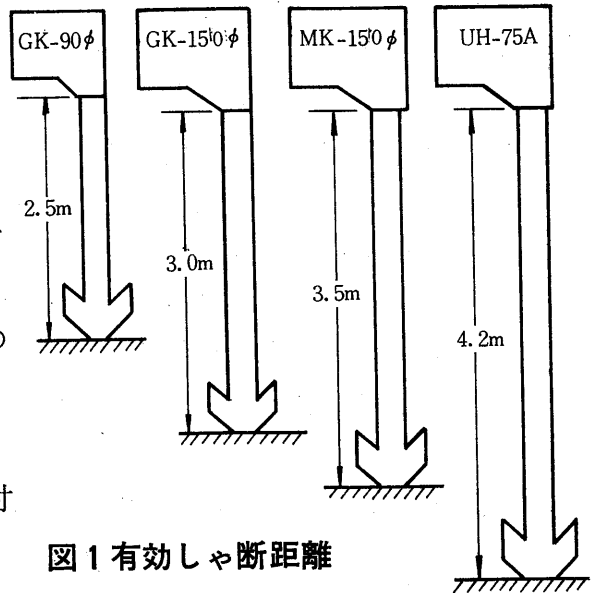

図1 有効しゃ断距離
(2) 使用電源による選定
(3) 取付場所の騒音による選定
(4) 有効しゃ断距離より選定
- 取付位置よりの高さ<しゃ断距離> から機種選定を行います。〈図1参照〉